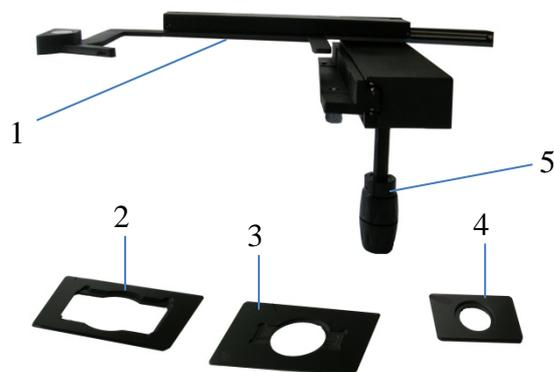

Рис. 9 – Препаратодователь и сменные держатели
4.4. Установите на предметный столик съемный препаратодователь 1 (рис. 9). В зависимости от типа используемой посуды вложите в препаратодователь требуемый держатель: держатель Terasaki 2 при работе с планшетами Terasaki (на 96 или 24 лунки); держатель 3 при работе с чашками Петри диаметром 55мм или предметными стеклами; держатель 4 при работе с чашками Петри диаметром 35мм. Двухкоординатное перемещение держателей осуществляется с помощью винтов 9.